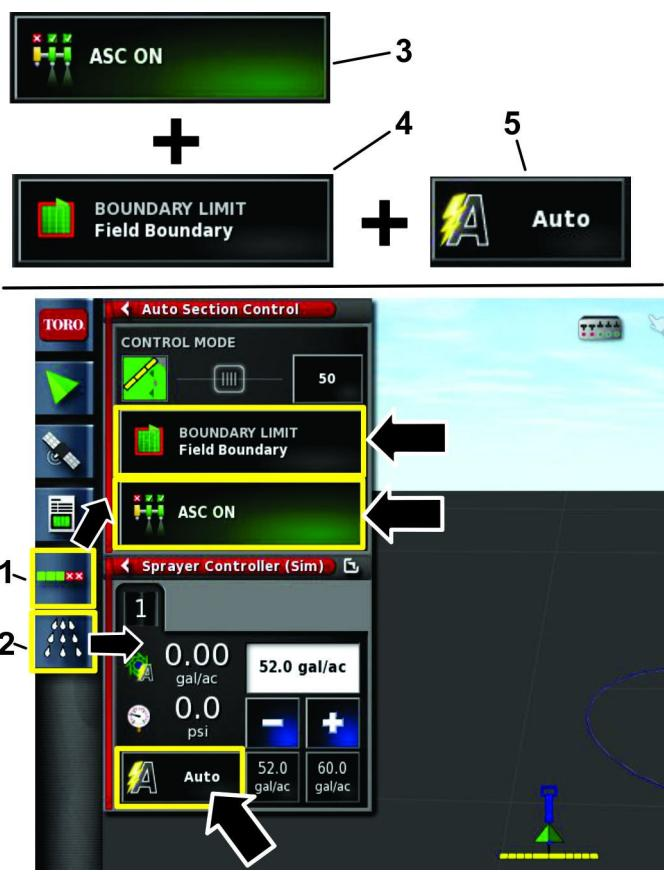

図 22
- 自動選択コントロール構成アイコンASCアイコンとスプレーヤコントローラアイコンを選択してそれぞれの画面を開く図 22。
- ASC アイコンをON位置にし、境界リミットをフィールド境界位置にし、レートコントロールをAUTO位置にする図 22。